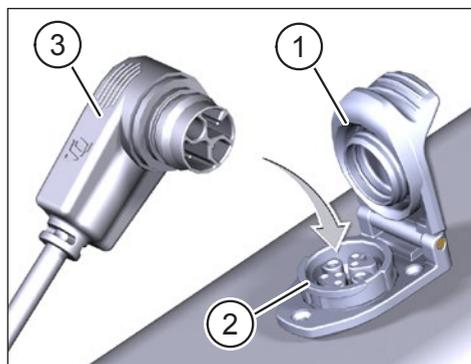

Fig. 2: Integrato Battery ricarica
- ▶ Apre il coperchio (Pos. 1 in Fig. 2) della porta di ricarica (Pos. 2 in Fig. 2) nel telaio della bicicletta.
- ▶ Allinei la spina di ricarica (articolo 3 in Fig. 2) di Charger in modo che i codici della spina di ricarica e della porta di ricarica coincidano (vedere Fig. 2).